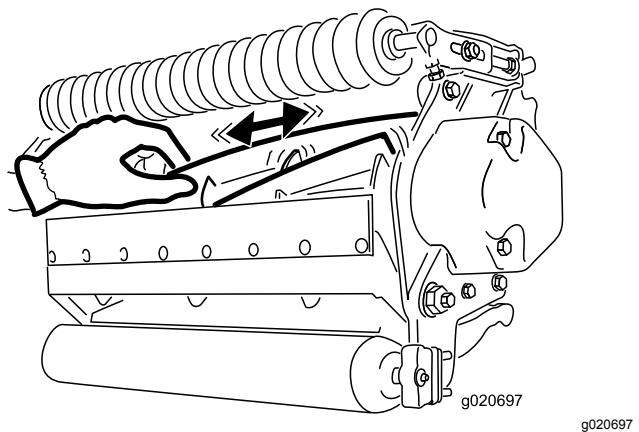

図 30
2. ボロ布を厚く巻くか丈夫なパッドのついた手袋をして、カッティングユニットの刃の部分をつかみ、リールを左右に揺すってガタがあるかどうかを調べる図 30。